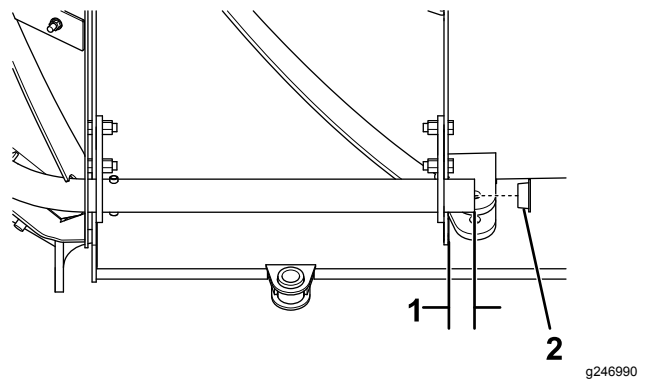

Bild 11
20. Falls gewünscht, schneiden Sie das Rohr des Pflugschildes bis auf 12 mm vor der inneren Pfluglamelle ab und stecken Sie den Rohrstopfen in das Ende (Bild 11).